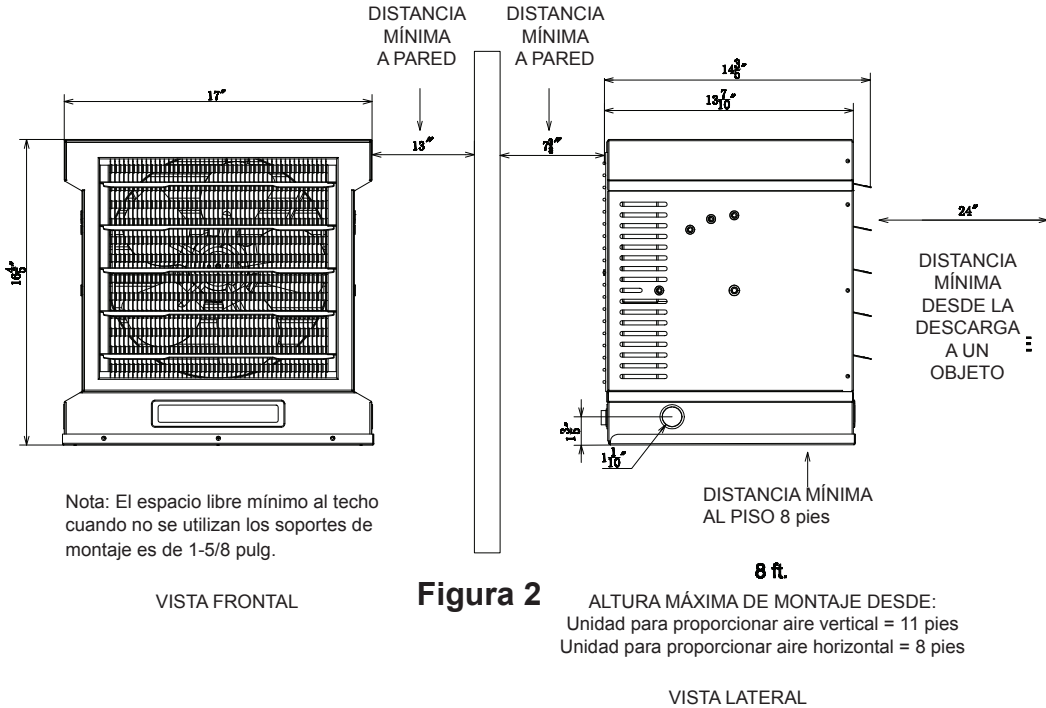

Figura 2
9. Este calefactor debe estar ubicado a 8 pies del piso, como mínimo. Para distancias libres específicas, vea la figura 2.
Instale el calefactor fuera de las zonas de tránsito y mantenga los espacios libres indicados en la figura 2. La dirección del flujo de aire no debe estar restringida por columnas o máquinas. El flujo de aire solo debe rozar las paredes y no dirigirse directamente a ellas. Cuando se utiliza más de un calefactor en un área, los calefactores se deben disponer de modo que la descarga de aire de cada uno acompañe el flujo de aire de los otros para proporcionar una circulación óptima de aire caliente, como se indica en la figura 3.